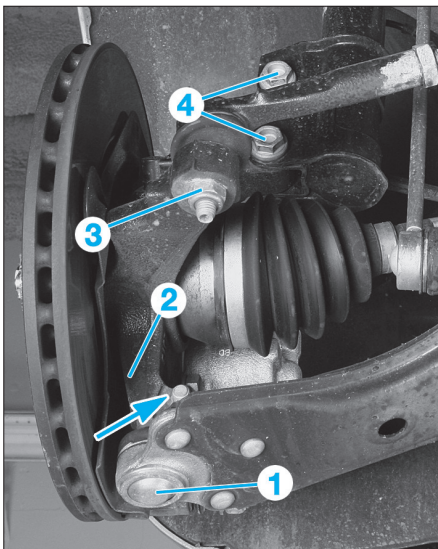

Fig. 16
- Désolidariser (flèche) la rotule inférieure (1) du pivot (2) (Fig.16).